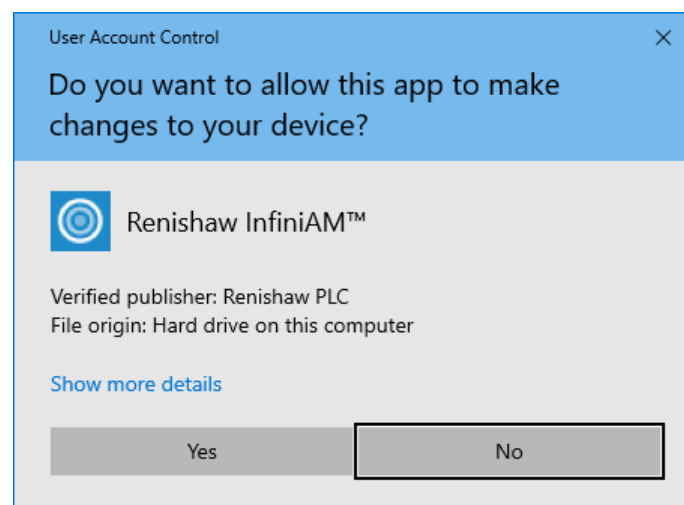

Abbildung 51 „Yes“ (Ja) wählen
4. Wählen Sie **Yes** (Ja) (siehe Abbildung 51).